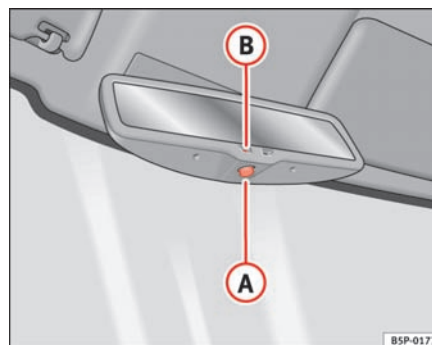

Fig. 90 Bakspejl med automatisk afblænding
- Tryk på knappen **A** ⇒ fig. 90. Kontrollampen **B** slukker.
- Tryk på knappen **A** ⇒ fig. 90. Kontrollampen lyser.